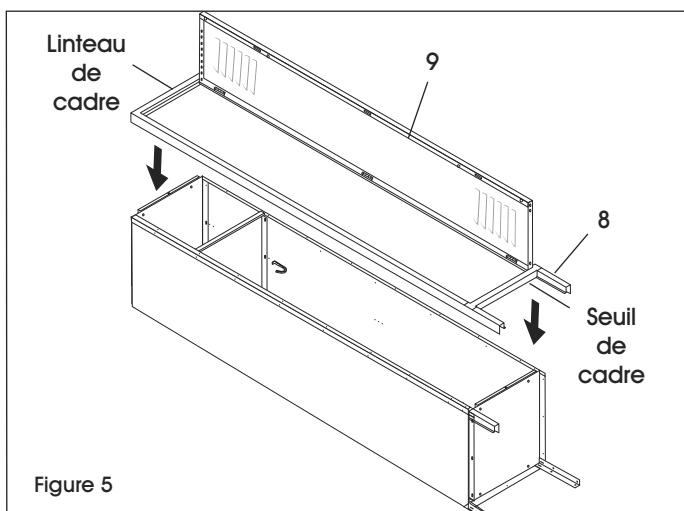

Figure 5
7. Placez la porte et le cadre (8 et 9) sur la structure du casier. Fixez le dessus au linteau du cadre et le bas au seuil du cadre (un boulon chacun). Terminez en fixant la porte et le cadre sur les côtés de la structure du casier. (Voir Figure 5) Si vous rattachez une deuxième unité, passez à la section JOINDRE LES UNITÉS.